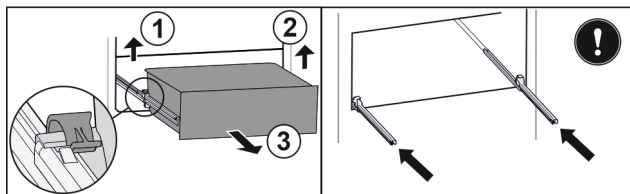

Fig. 26
- ▶ Emelje fel a bal oldali kapcsolót, és ezzel egyszerre húzza előrefelé a fiók bal oldalát Fig. 26 (1).
- ▶ Emelj fel a jobb oldali kapcsolót, és ezzel egyszerre húzza előrefelé a fiók jobb oldalát Fig. 26 (2).
- ▶ Vegye ki a fiókot előrefelé Fig. 26 (3).